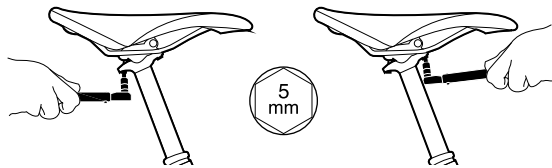

Abb. 9. Schrittweises Anziehen/Lösen der Klemmschrauben
1. Lösen Sie mit einem 5-mm-Inbusschlüssel die zwei Schrauben, mit der der Sattel an der Sattelstütze befestigt ist, bis der Sattel einfach bewegt werden kann, siehe *Abb. 9*.